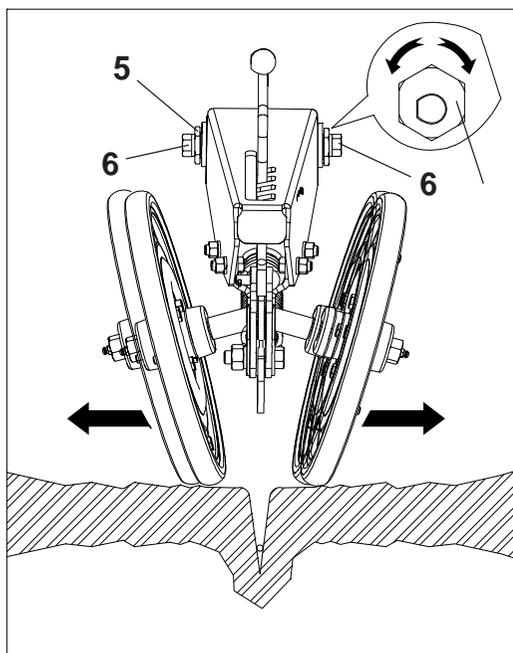

FIGURA 100
- Para deslocamento horizontal das rodas, as mesmas foram desenvolvidas com buchas excêntricas (5). Para esta regulagem, proceda da seguinte forma:
1 - Solte os parafusos (6), gire as referidas buchas (5), com uma chave para atuação das rodas e alinhamento das mesmas com sulco posicionando maior ou menor quantidade de solo lateralmente a semente, **conforme mostra a figura 100.**